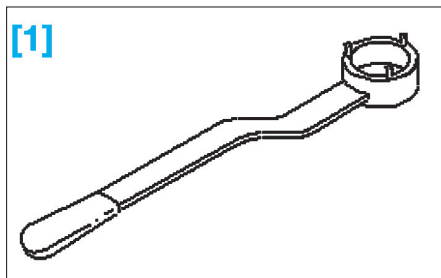

FIG. 60
- [1]. Levier de contre appui ref. T10051 (Fig.60).